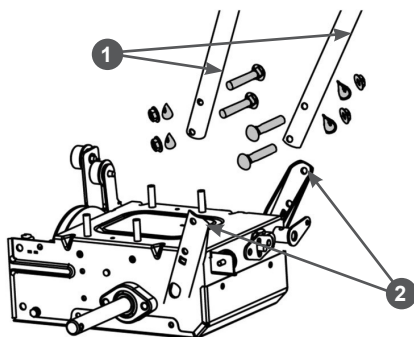

Рис. 3 Установка рукояток ST553
3. Установите рабочие рукоятки. **ST553:** Совместите отверстия в рукоятках 1 и направляющих 2 рамы, вставьте в отверстия болты и закрутите гайки (Рис. 3).